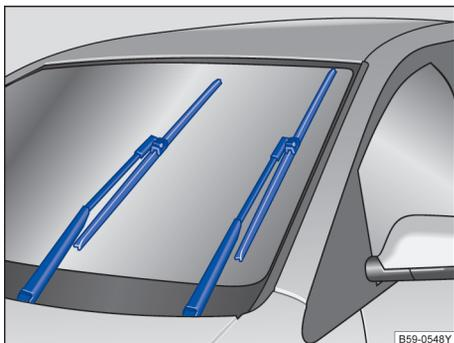

图 120 处于保养位置的刮水片
- 将车窗玻璃刮水器拨杆向下拨至点动刮水位置。使刮水器处于保养位置⇒图 120。